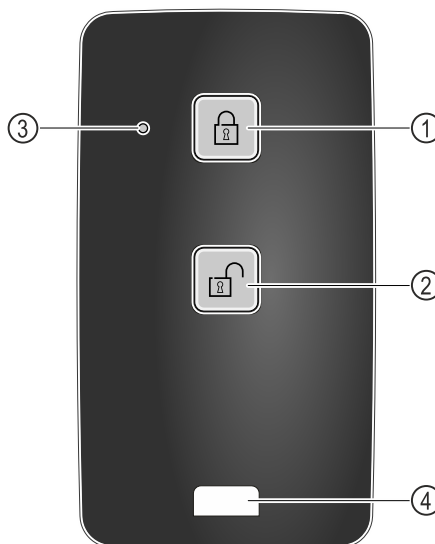

Fig. 219
- ▶ Apăsați tasta Fig. 219 (1) de pe telecomandă.
- ▶ Apăsați tasta Fig. 219 (2) de pe telecomandă.
- ▶ LED-ul de stare Fig. 219 (3) oferă un răspuns optic atunci când este apăsat un buton.
- ▶ Urechea Fig. 219 (4) pentru fixarea telecomenzii, de exemplu la un breloc.